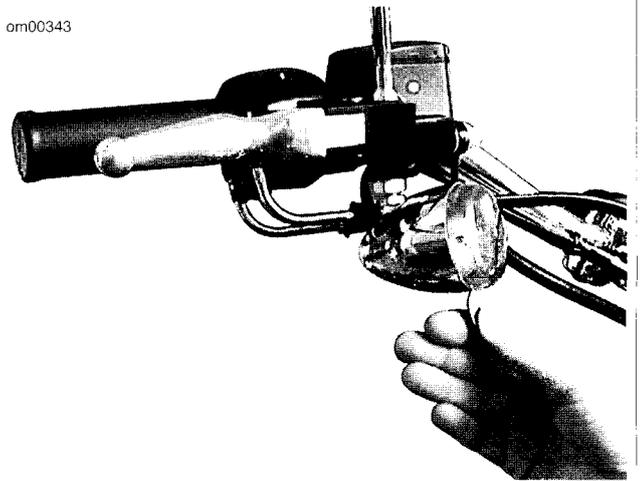

Figure 40. Encoche du capuchon de diffuseur
1. Voir la Figure 40. Pour accéder aux ampoules des feux de direction avant ou arrière afin de les remplacer, repérer l'emplacement d'une encoche sur le capuchon du diffuseur du feu de direction.